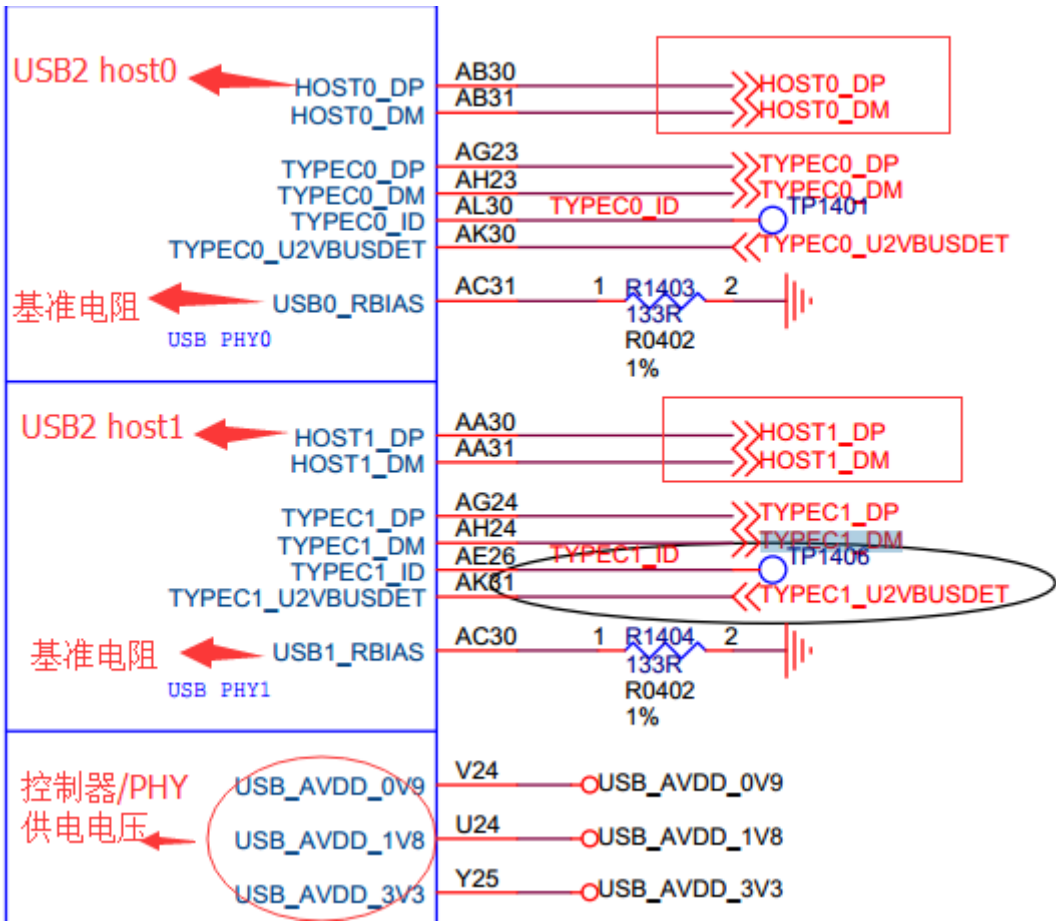

图 2-1 USB 2.0 Host 芯片引脚
1. USB 2.0 Host 控制器的芯片引脚如图 2-1 所示